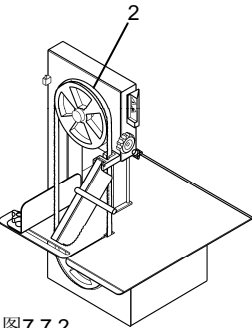

图7.7.2
- 抓住锯条“2”并将其从滑轮上拆卸下来，如图7.7.2和7.7.3中所示。